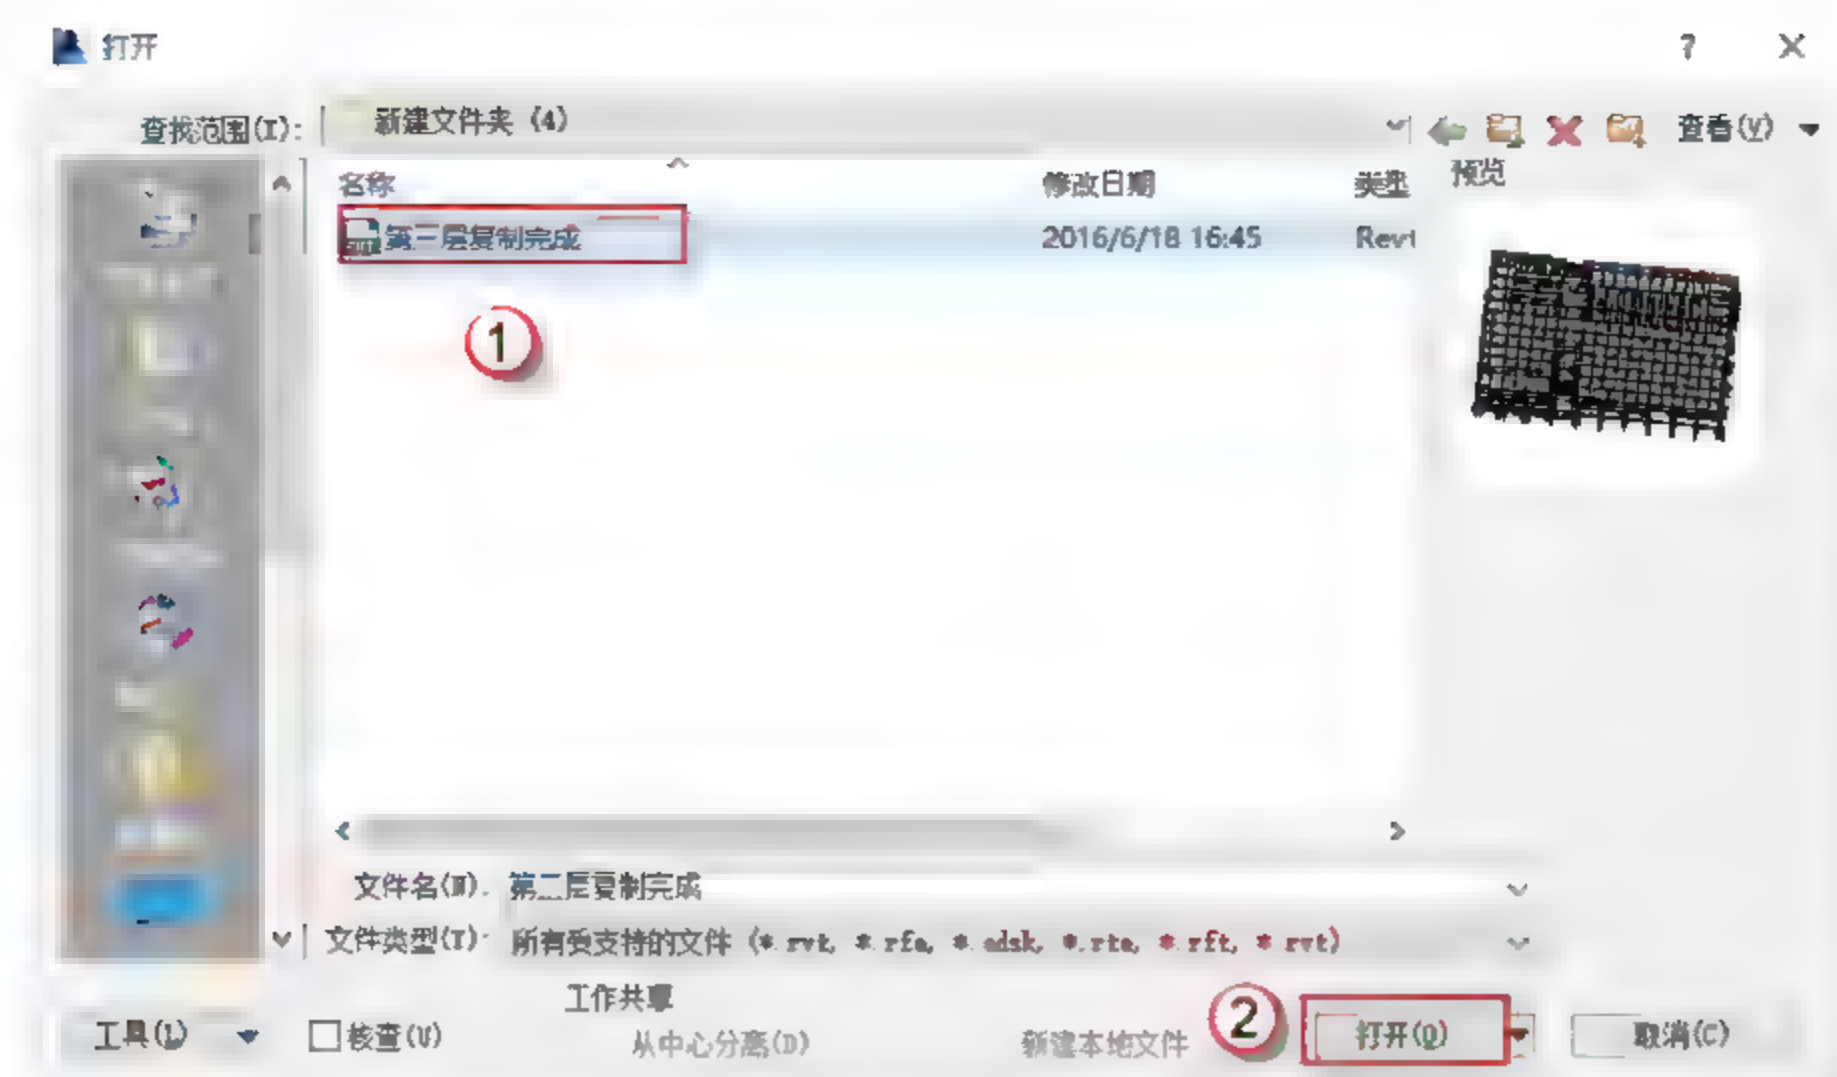

图 4.4.1 打开项目
(1) 打开项目文件。单击“打开”按钮，在弹出的对话框中打开保存的文件，或者直接单击“历史项目”按钮，如图 4.4.1 所示。